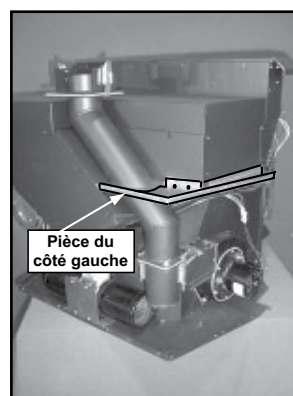

Figure 20.4
4. Installez le panneau de carénage de gauche à 3 endroits, 2 vis au dos de la trémie et 1 dans la pièce de remplissage). **Figure 20.4**